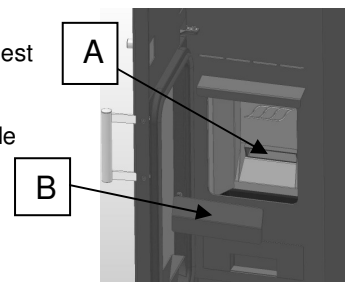

Fig. 8
À l'aide de la brosse de nettoyage fournie, nettoyer le sol du canal d'admission (A) s'il est recouvert de poussière ou de petits résidus de granulés (Fig. 8).